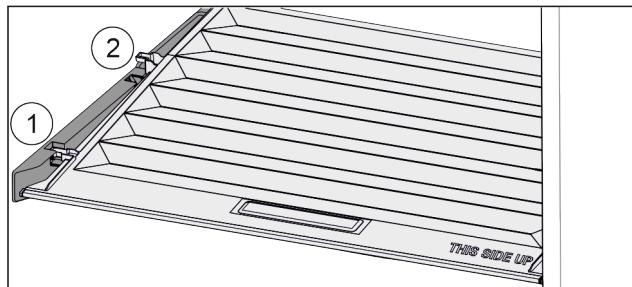

Fig. 41
- Потянуть крышку до отверстия в поддерживающих деталях вперед *Fig. 41 (1)*.
- Поднять сзади снизу и извлечь *Fig. 41 (2)* движением верх.